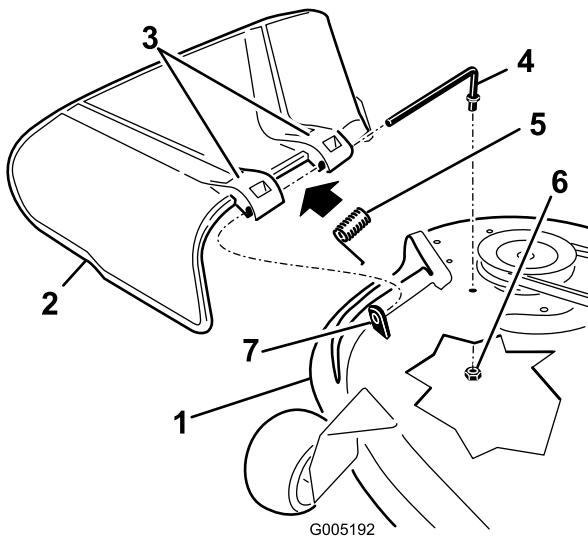

Figure 59
1. Retirez l'écrou (3/8 po) de la tige, sous le tablier de coupe (Figure 59).
2. Sortez la tige de la courte cheville de positionnement, du ressort et du déflecteur d'herbe (Figure 59).
4. Remettez en place le déflecteur d'herbe (Figure 59).
7. Insérez la tige dans le deuxième support du déflecteur d'herbe (Figure 59).
9. Fixez l'extrémité arrière de la tige dans le tablier de coupe à l'aide d'un écrou (3/8 po), comme montré à la Figure 59.